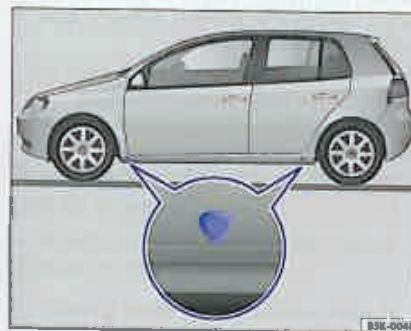

Fig. 32 Imagine de referință: Puncte pentru fixarea cricului.
3. Căutați punctul (marcaj pe caroserie) pentru fixarea cricului ⇒ fig. 32, cel mai apropiat de roata care trebuie înlocuită ⇒ ⚠.
Cricul poate fi montat numai în locurile indicate ⇒ fig. 32. Luați în considerare punctul de fixare cel mai apropiat de roata respectivă.
- Poziționați cricul sub punctul respectiv, sub autovehicul ⇒ fig. 32.